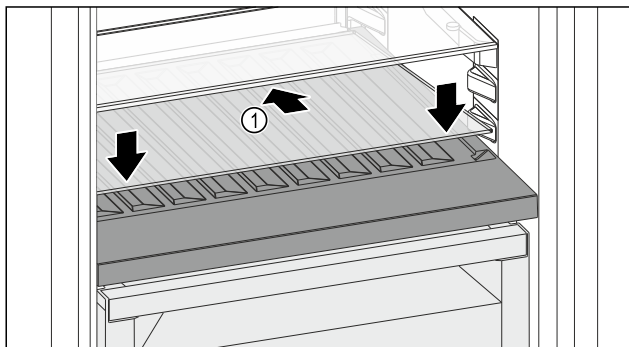

Fig. 82
- ▶ Postavite staklenu ploču Fig. 82 (1) ukoso, nagnutu straga prema dolje.
- ▶ Staklenu ploču Fig. 82 (1) podignite sprijeda.